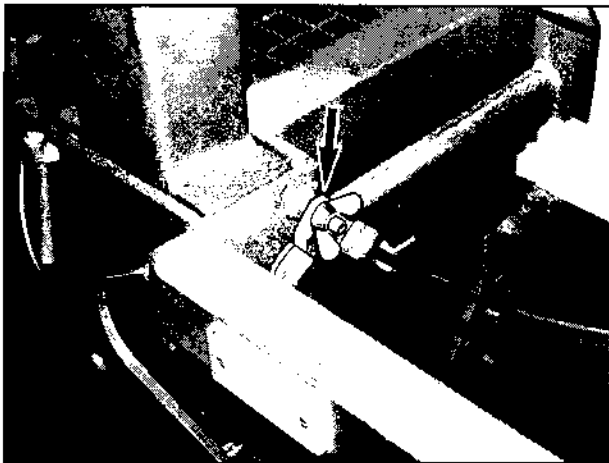

Bild 102
15. Flügelmutter (Bild 102/Pfeil) am Anhängerrahmen lösen, beide Erdungsleitungen (Bild 102/2) abnehmen und Flügelmutter wieder festdrehen.